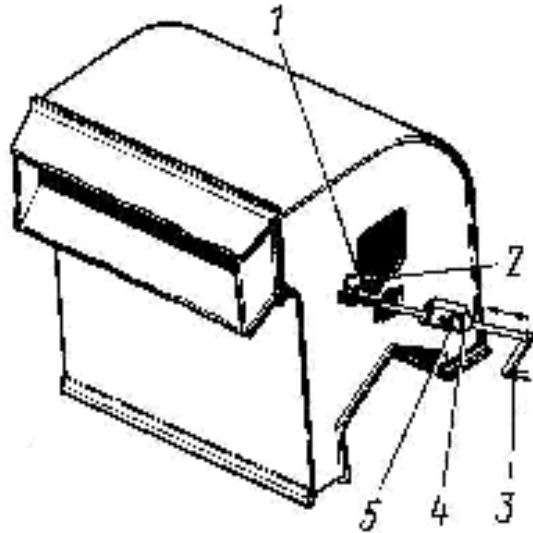

Рис. 17 Регулировка распределения материала по ширине стана:
7.4.2. Регулировку равномерности распределения материала по ширине решетного стана производите с помощью рукоятки 3 (рис. 17) за счет изменения усилия поджатия клапана-питателя торсионом 1, закрепленным в кронштейне-зажиме 2.